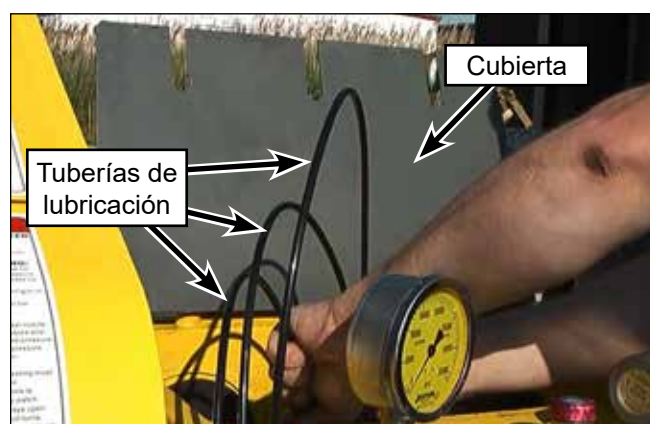

Figura 22: Desconexión de las tuberías de lubricación.
5. Abra la cubierta de la caja de barras y desconecte las tuberías de lubricación de los accesorios del prensaestopas (Figura 22).